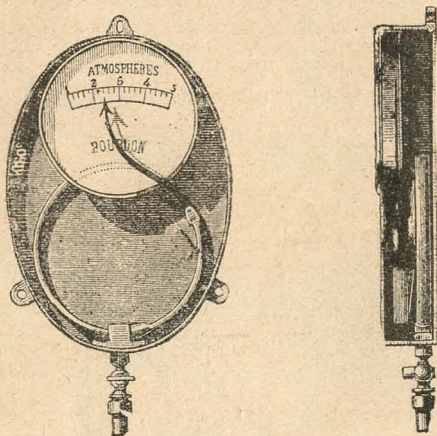

Fig. 57.—Manómetro metálico de Bourdon (frente y perfil).
**6. Manómetro metálico de Bourdon.**—El *manómetro metálico de Bourdon* (fig. 57) se forma de un tubo de cobre achatado, en forma de espiral y de paredes flexi-